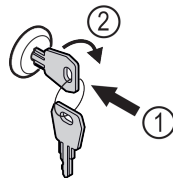

Fig. 151
- ▶ Introduceți cheia prin apăsare Fig. 151 (1).
- ▶ Rotiți cheia cu 90° în sensul acelor de ceasornic Fig. 151 (2).